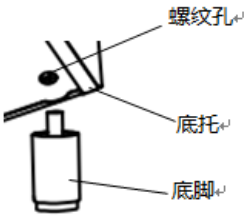

图 4
- 4. 安装底脚时，使用 10cm 到 15 cm 可调的四个辅助腿。将底脚紧紧的拧在底座下的螺母上(如图 4 所示)。小心操作制冰机，不要损坏外观。